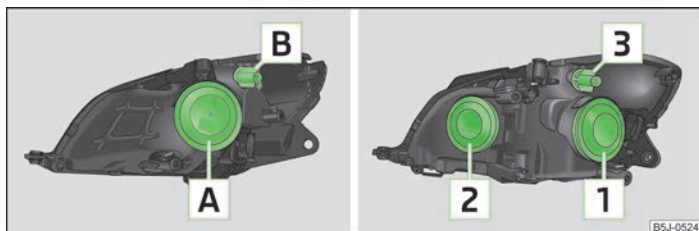

Fig. 143 Dispunerea becurilor: Faruri cu halogen/Proiectoare cu halogen
- Scoateți capacul din cauciuc **A** » fig. 143 la pagina 170.
- Detașați capacul din cauciuc **1** » fig. 143 la pagina 170.
- Detașați capacul din cauciuc » fig. 143 la pagina 170.
- Rotiți soclul » fig. 143 la pagina 170, resp. soclul până la limită în sens anti-orar, și extrageți-l, împreună cu becul pentru lumina de semnalizare.
- Scoateți capacul din cauciuc » fig. 143 la pagina 170, resp. . .